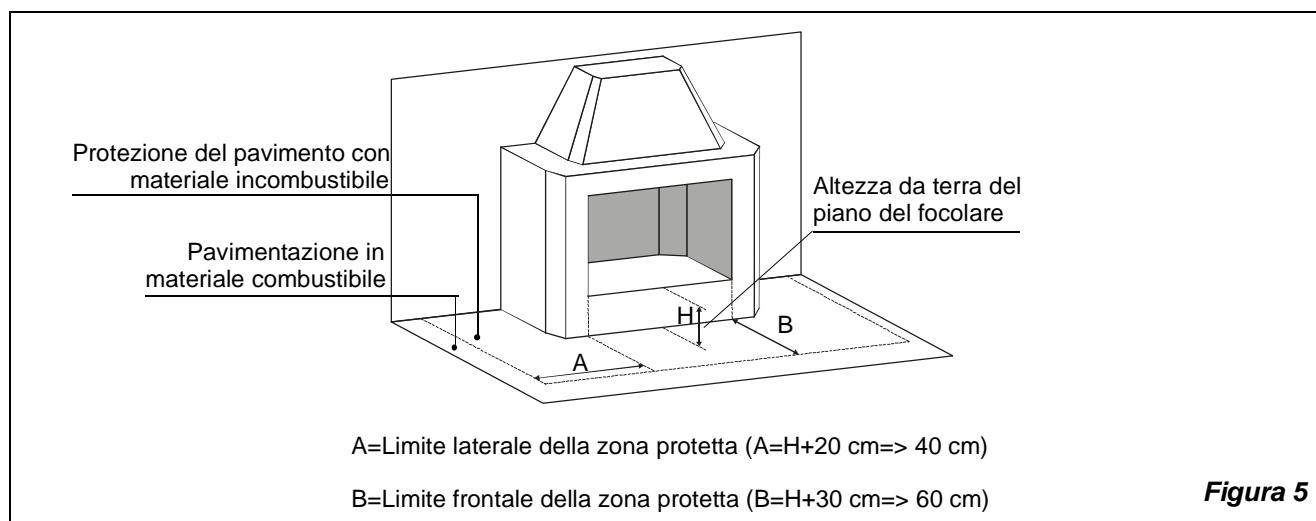

Figura 5
- b) qualora l'apparecchio dovesse essere installato su di un pavimento non completamente refrattario, bisogna prevedere un sottofondo ignifugo, per esempio una pedana d'acciaio (dimensioni secondo l'ordinamento regionale. (vedi Figura 5)